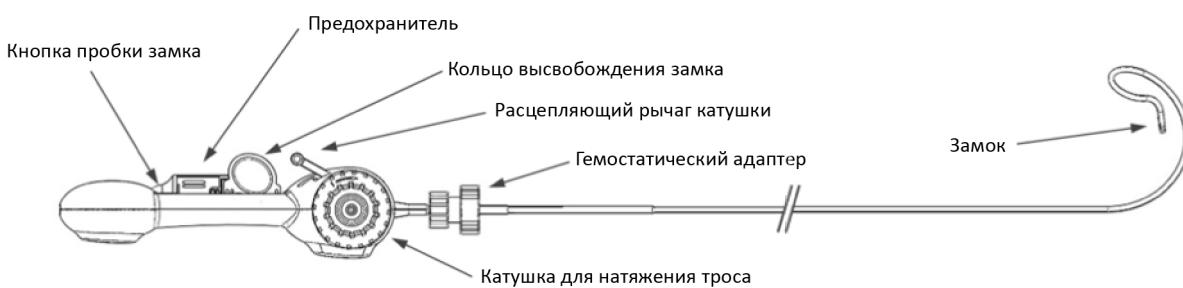

Рисунок 6. Катетер Cinch and Lock
- Катетер Cinch and Lock** — катетер, который проходит по тросу внутри катетера Guide до последнего установленного анкерного фиксатора, позволяя управлять натяжением троса и развертыванием замка. На рукоятке катетера имеются элементы управления натяжением троса и замыканием замка. См. **рисунок 6**.